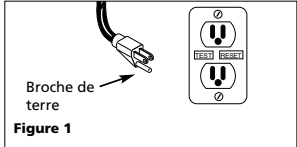

Figure 1
- Cet équipement est conçu pour un circuit de 120 v (monophasé) et est équipé d'un cordon approuvé à trois conducteurs et une fiche de terre à trois broches telle qu'indiquée dans la Figure 1.
- Introduire la fiche directement dans une prise de terre tripolaire, installée correctement et mise à la terre (tel qu'indiquée dans la Figure 1).